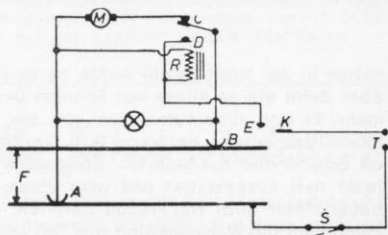
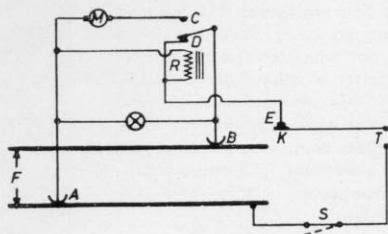

Abb. 1.
Abb. 2.
bringen ist, und einen Gleiskontakt K kurz vor dem Hauptsignal (Abb. 1). Als Fahrstrom (F) kann Gleich- oder Wechselstrom verwendet werden, desgleichen spielt die Stromart der bei T eingespeisten Spannung für die Auslösung der Zugbeeinflussung ebenfalls keine Rolle. Es ist nur darauf zu achten, daß T und F zwei getrennte Stromquellen sind (gemeinsamer Rückleiter!).
In Abb. 1 nähert sich die Lok gerade dem Kontakt K. Der Strom fließt von A durch den Motor M über den Ruhekontakt C des Relais R nach B. In dem Augenblick, in dem der Kontakt vom Schleifer (E) berührt wird (Abb. 2), erfolgt ein Stromstoß von T über den Kontakt K, das Relais R nach A und über den Schalter S wieder nach T. Dieser Schalter ist wegen dem auf „Halt“ stehenden Signal geschlossen. (In Stellung „Fahrt frei“ ist S geöffnet und es kann somit kein Stromstoß erfolgen.) Das Relais spricht
Wie Sie sicher bereits festgestellt haben, bleibt die Zugbeleuchtung bei haltender Lok brennen. Diese Möglichkeit der konstanten Zugbeleuchtung (wenn man es so nennen darf) kann man auch im Bahnhof anwenden. Dazu benötigt man eine Kontaktschiene KS (Abb. 3), die unsichtbar am Bahnsteig B oder neben dem Gleis angebracht werden kann. Fährt ein Zug in den Bahnhof ein, so berührt er KS. (Die Geschwindigkeit kann dabei ohne Bedenken etwas verringert werden.) Es genügt dann ein Druck auf die Taste D und die Lok bleibt nach Abb. 2 stehen, denn KS entspricht dem Kontakt K in Abb. 1 und 2. (Selbstverständlich müssen K und KS die gleiche Lage zum Gleis haben.)